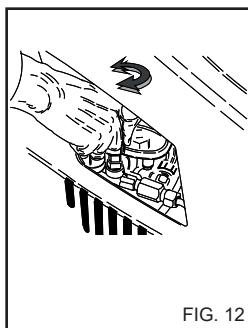

FIG. 12
Tässä kappaleessa käsitellään vain niitä malleja, jotka on varustettu "paineensäädin" laitteella. Paineensäätimellä, fig. 12, käyttäjä voi säätää työpaineetta. Kun nuppi C on käännetty vastapäivään (B) (minimi), toimintapaine vähenee.